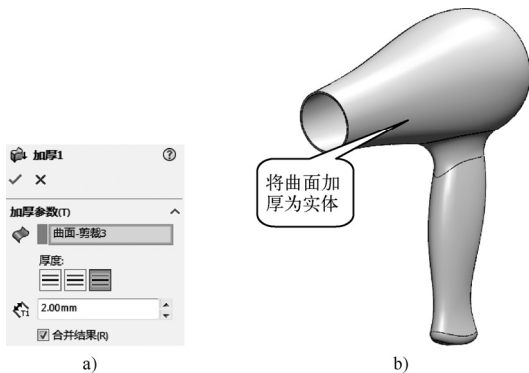

图 5-99 加厚曲面操作
STEP 10 选择“插入”>“凸台/基体”>“加厚”菜单项，打开“加厚”属性管理器，选择模型的所有面，单击“加厚侧边”按钮，再设置加厚厚度为“2mm”，将模型加厚为实体，如图 5-99 所示。